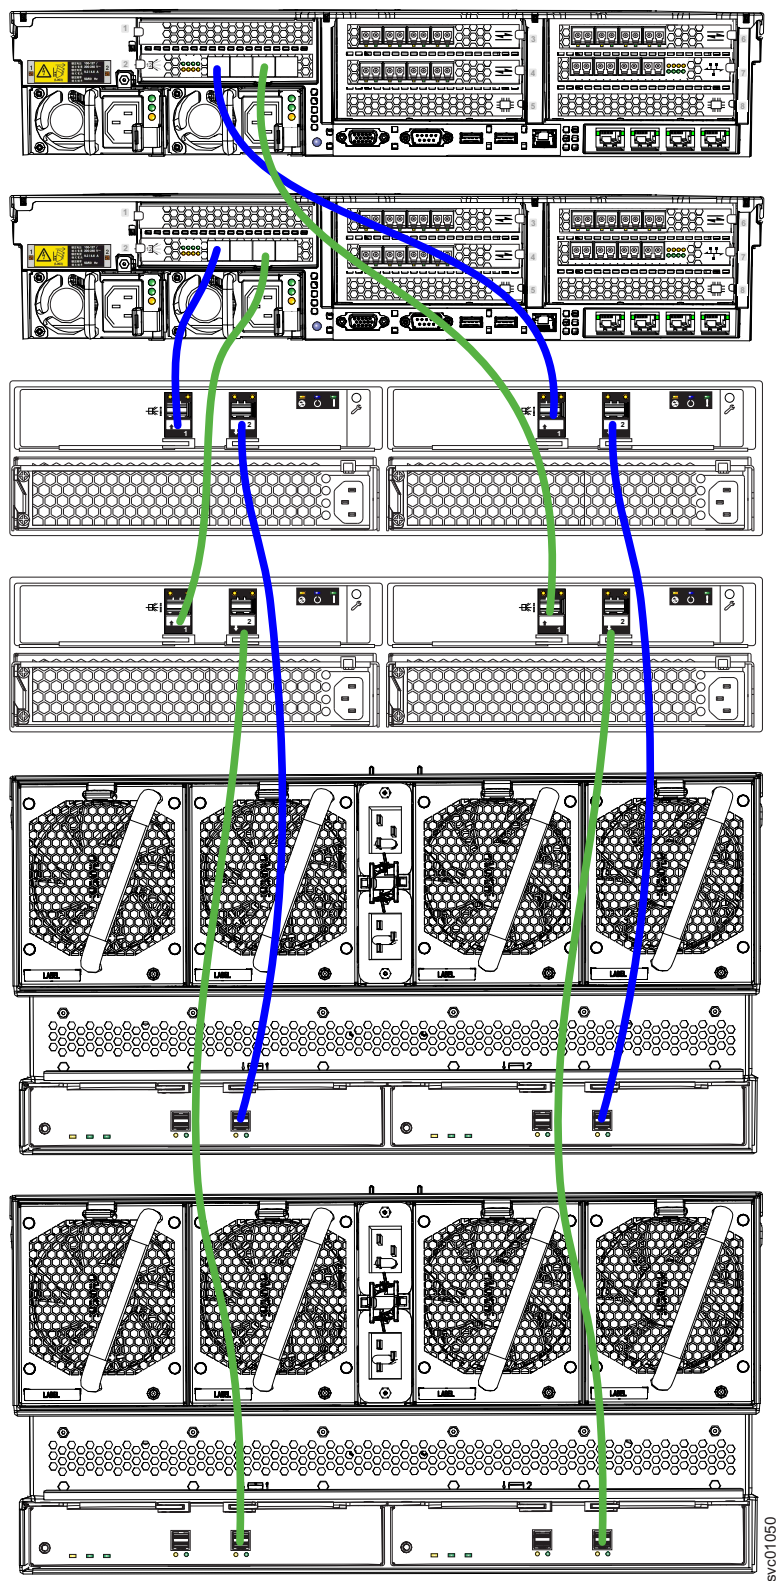

Figure 136. Branchement des câbles SAS
1. Installez les câbles, comme indiqué dans la figure 136, à la page 145.
Remarque : La figure 136, à la page 145 est fournie pour montrer les connexions des câbles entre les boîtiers SAS et chaque boîtier du noeud. Elle n'implique pas ou ne représente pas l'ordre de rayonnage précis des boîtiers dans une armoire. Cependant, en raison de sa taille et de son poids, placez toujours le boîtier 2145-92F près du bas de l'armoire.
Comme le montre la figure 136, à la page 145, vous pouvez combiner les boîtiers, 2145-12F et 2145-92F dans une chaîne SAS. Le facteur limitant est le *poids de la chaîne* combiné des différents composants. Le poids maximum de la chaîne SAS qui peut être connecté à un nœud port SAS est de 10 :